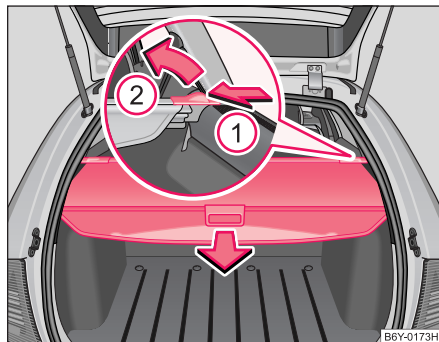

Fig. 56 Maletero:
- Tire de la cubierta del maletero en el sentido de la flecha ⇒ fig. 56.
- Para transportar equipaje voluminoso se puede desmontar la cubierta del maletero. Inserte la pieza desplazable, desde el lado, en el sentido de la flecha ① y saque la cubierta del maletero en el sentido de la flecha ②.
Si quiere utilizar todo el espacio del maletero, puede desmontar la cubierta del mismo ⇒ página 77, fig. 56.